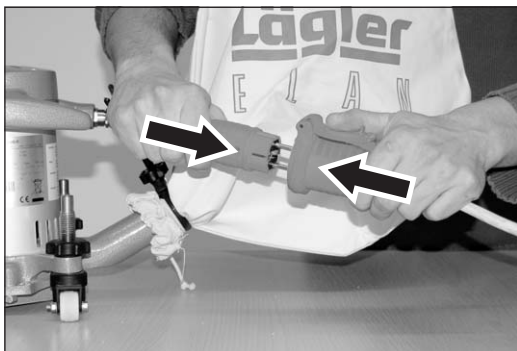

Abb. 9 Den Stecker des Motorkabels in die Kupplung des Verlängerungskabels stecken.
- 1 Stecken Sie den Stecker des Motorkabels in die Kupplung des Verlängerungskabels (Abb. 9).